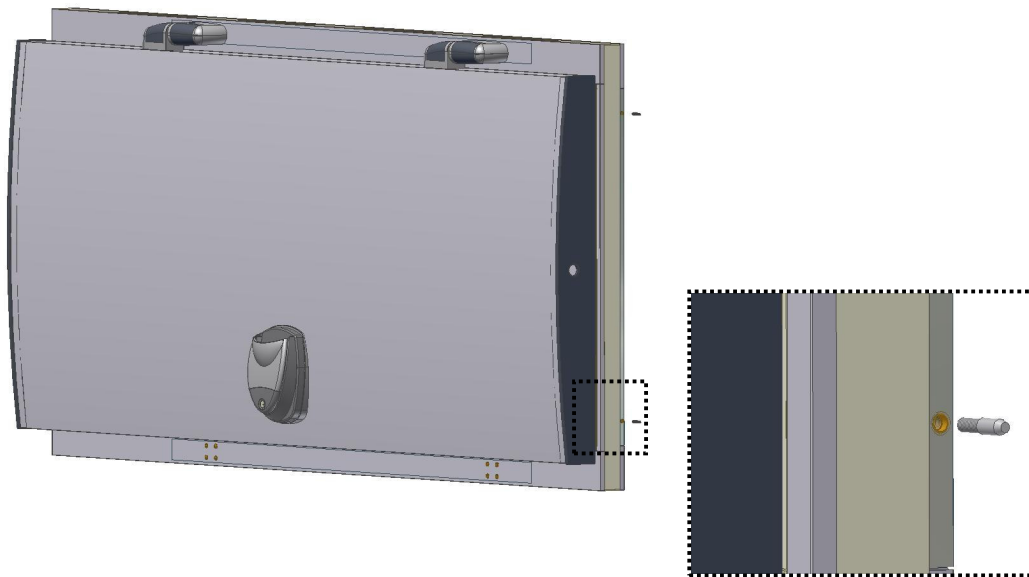

Abb. 4
- Man muß die Bolzen auf dem Wand des Türrahmens setzen, bevor dieser aufgerichtet wird (Abb. 4).